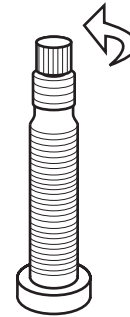

Figura 45. Gire la válvula hacia la izquierda.
1. Gire la válvula hacia la izquierda. Gírela bien para que quede encajada totalmente en la posición abierta con objeto de evitar que vibre cuando esté cerrada mientras monta en bicicleta (Figura 45).